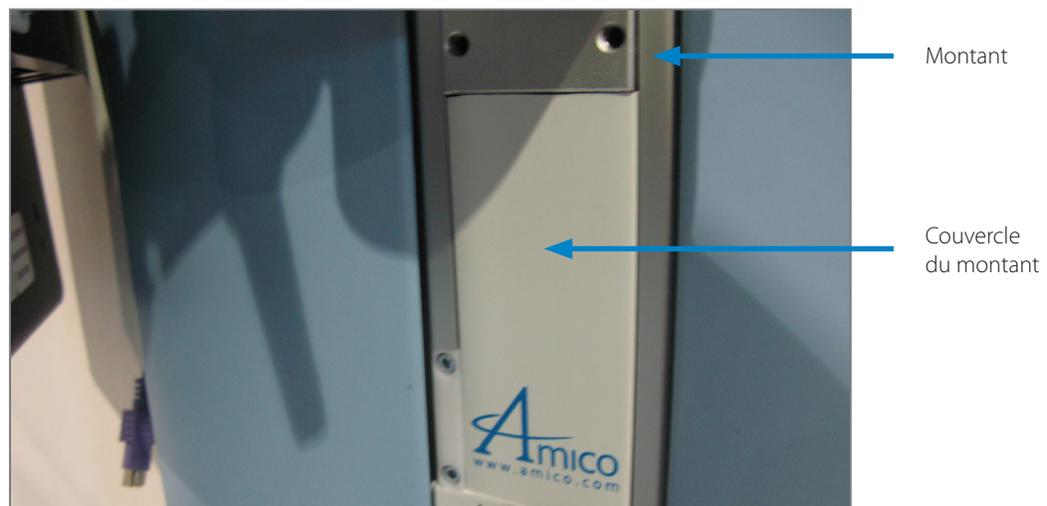

Figure 4
1. Fixez l'accessoire à l'adaptateur mais avant l'installation, veuillez déterminer l'endroit approximatif sur le montant où l'adaptateur sera installé. Retirez les couvercles du montant (haut et bas). Voir **Figure 4**.
6. Réinstallez les couvercles et coupez l'excédant afin qu'ils s'ajustent au montant. (**Figure 4**).